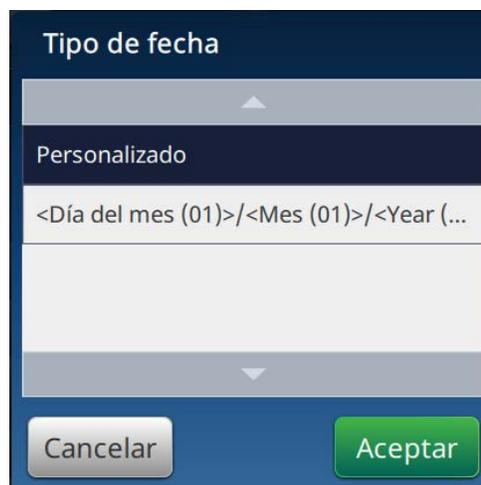

Figura 5-23: Pantalla Configuración de formatos de fecha
13. En la pantalla Configuración de fecha, seleccione la opción *Personalizado* en la lista desplegable Tipo de fecha, como se muestra en la Figura 5-23. Pulse el botón .